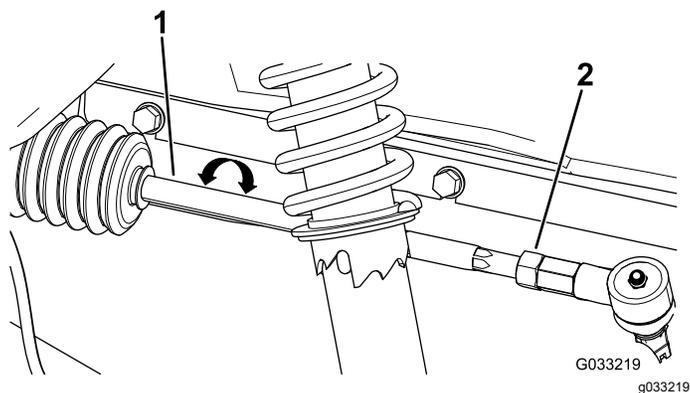

図 49
3. 前後の測定値の差が所定範囲0-6 mmにならない場合は、タイロッドの外側端部にあるジャムナットをゆるめて調整を行う 図 49。